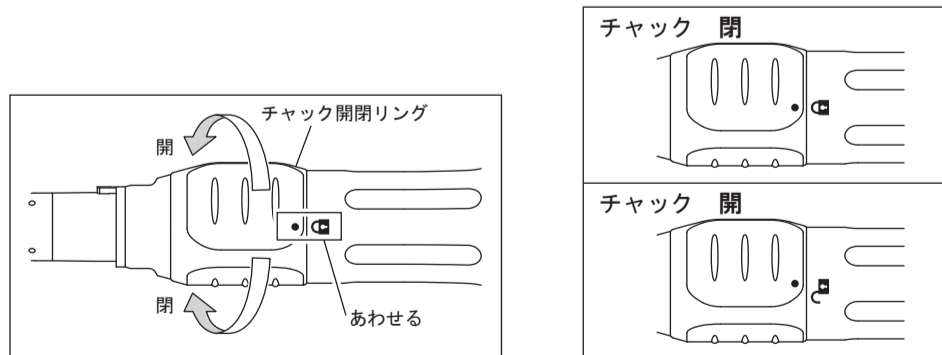

図 1
- ・切削バーを固定した後、●印と“Ⓐ”印があることを確認してください。（図1）●印と“Ⓐ”印がずれた位置で回転させるとハンドピースが発熱し、火傷をすることがあります。